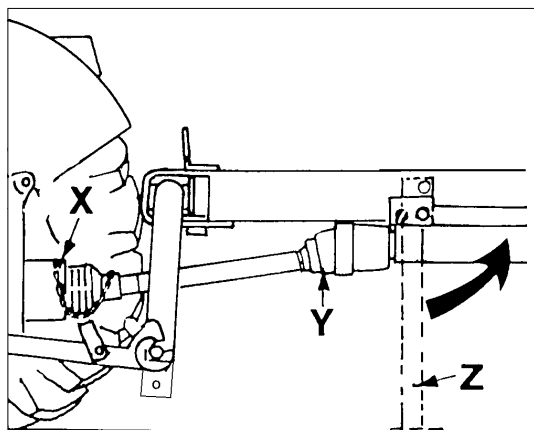

Bild 3-3
- Kreiselschwader an die Traktorunterlenker ankupeln (Bild 3-3)